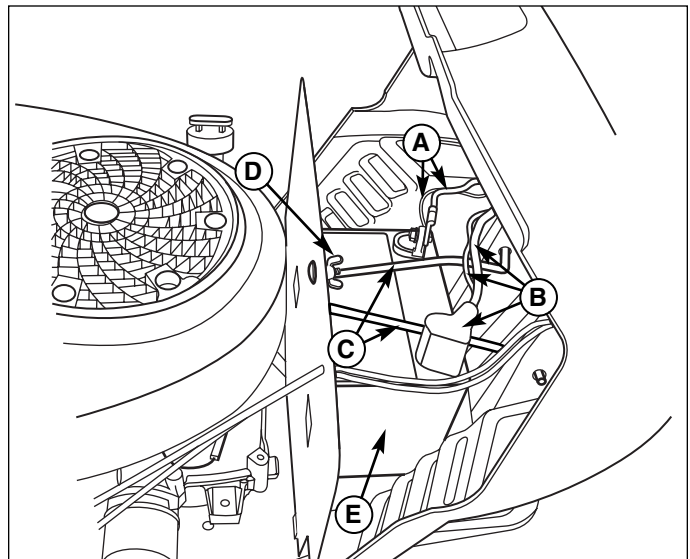

Figure 10. Entretien de la batterie
1. Débrancher les câbles de la batterie, le câbles négatifs en premier (A, Figure 10) puis le cache et les câbles positifs (B).
2. Desserrer l'écrou à ailettes et la rondelle (D).
3. Relever la tige de maintien (C) pour la dégager de la batterie. La bloquer sur la colonne de direction.
4. Déposer la batterie (E).
7. Remettre la batterie (E) en place dans son logement. La fixer avec la tige de maintien (C) et l'écrou à ailettes et la rondelle (D).
8. Rebrancher les câbles de batterie, les câbles positifs et le cache (B) en premier, puis les câbles négatifs (A).